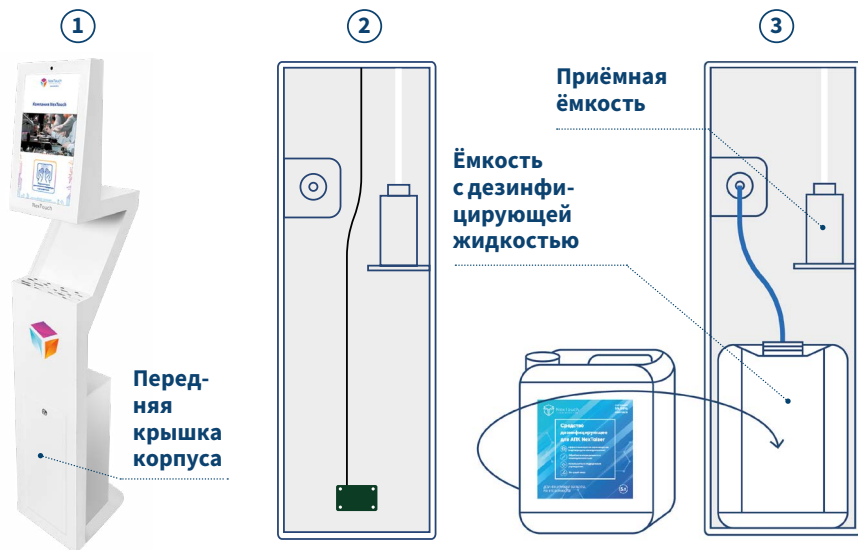

Рис.5. - передняя крышка корпуса и нижний отсек Устройства,
2. **Снабжение Устройства антисептиком.** Чтобы снабдить Санитайзер антисептической жидкостью, необходимо установить ёмкость с ней в служебное отделение Устройства, расположенное внизу за передней дверцей, которая открывается с помощью идущего ключа в комплекте с Устройством. Ёмкость необходимо приставить к задней стенке отделения и поместить внутрь неё синий шланг, находящийся в Устройстве. (рис.5 данного Руководства). Штатная работа устройства возможна только с ёмкостями, стенки которых плоские (например — канистра).
5. **Уровень антисептика.** Определение количества антисептической жидкости осуществляется в устройстве посредством датчика уровня (рис.5 данного Руководства). Для корректного функционирования датчика требуется использовать просвечивающиеся ёмкости с плоскими стенками. Ёмкости необходимо располагать вплотную к датчику. Когда жидкость заканчивается, на экране отображается сообщение (рис.4 данного Руководства). Для дальнейшего использования следует либо заменить ёмкость с антисептической жидкостью, как описано в п.2, настоящего раздела данного Руководства — «Снабжение Устройства антисептиком», либо долить антисептической жидкости в прежнюю ёмкость.